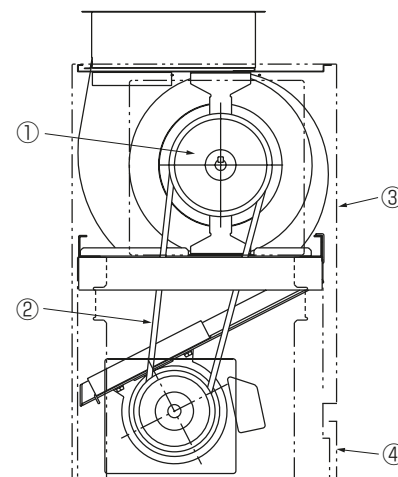
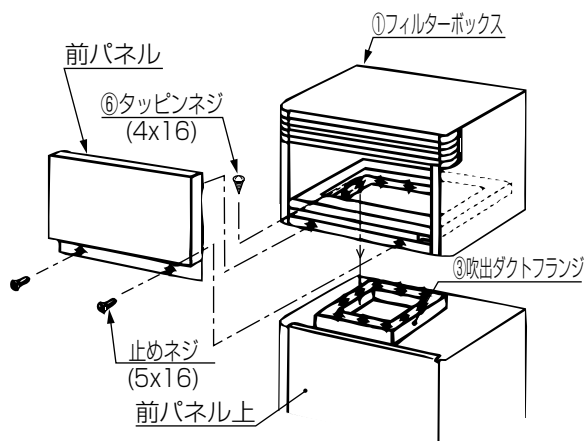

図1
図2
- 交換要領……図1・図2
1) 吸込グリル④、前パネル上③(取付ネジ2本)を取外してください。
2) 送風機用プーリー①、ベルト②を交換してください。
3-2.吹出ダクトフランジの交換……図2
3-3.フィルターボックスの取付け……図2